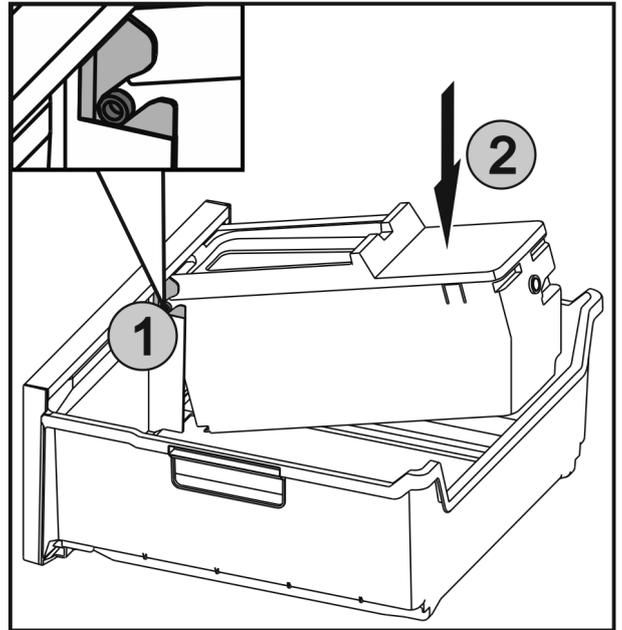

Fig. 59
- ▶ Die Achsen Fig. 59 (1) an EasyTwist-Ice in die Führungen einschieben und die hintere Seite Fig. 59 (2) bis die Lasche einrastet drücken.